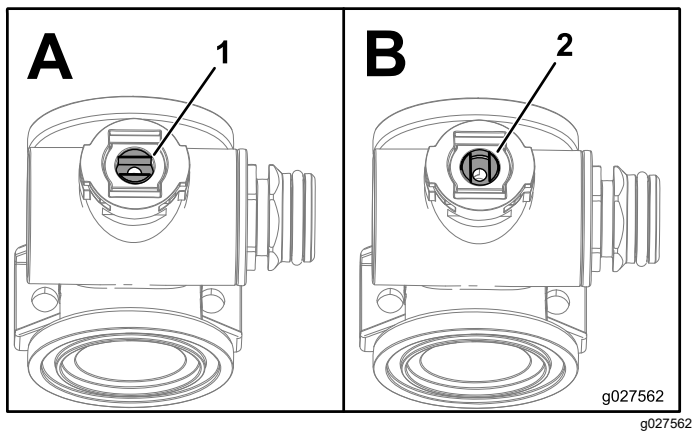

Bild 128
- Drehen Sie den Ventilschaft so, dass er in der geschlossenen Stellung ist (**Bild 128 B**).